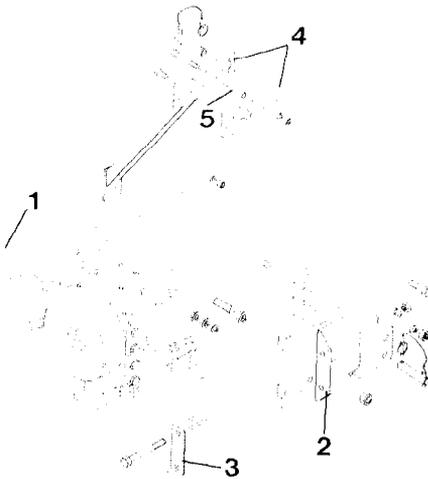

Fig. 43
- Kupplungsstücke vom Rahmenseitenteil (Fig. 43/1) der Rüttelegge entfernen.
- Verlängertes Kupplungsstück (Fig. 43/2) am Rahmenseitenteil (Fig. 43/1) der Rüttelegge und zusätzlich mit einer Klemmplatte (Fig. 43/3) befestigen.
- Streben (Fig. 43/4) rechts und links an den verlängerten Kupplungsstücken befestigen und am oberen Anlenkpunkt mit einem oberen Distanzrohr (Fig. 43/5) verschrauben.